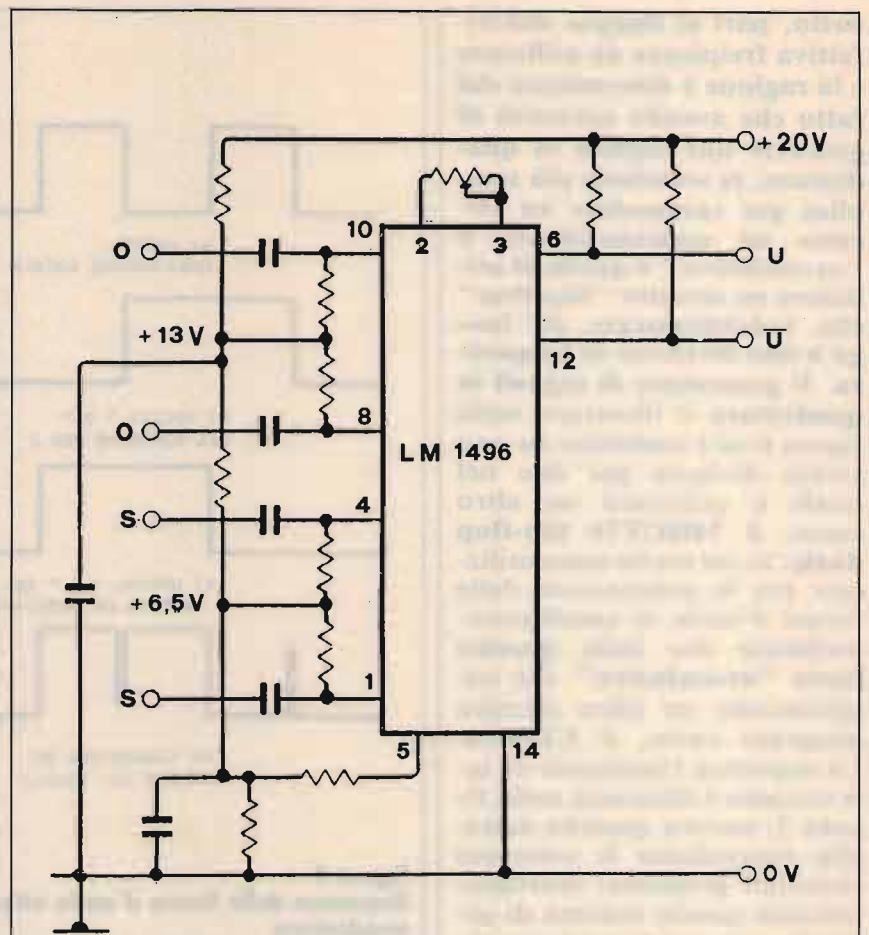

figura 8
—”; similmente, in assenza di segnale applicato alle entrate “signal input” non si avrà alcuna uscita anche se fosse presente il segnale dell’oscillatore locale alle entrate “carrier input”. Con l’applicazione simultanea dei segnali alle entrate suddette (segnale in arrivo e portante dell’oscillatore locale), si otterrà, in uscita, un segnale che risulterà essere la somma e la differenza tra le frequenze dei due in entrata e, qualora i segnali in entrata risultassero in fase, si otterrà in uscita anche una variazione della componente continua sovrapposta alla frequenza risultante. L’alimentazione del circuito integrato prevede qualche complicazione in quanto dovrebbe essere duale e, ad evitare ciò, mediante un sistema di semplici partitori di tensione, si ottiene comunque la possibilità di fornire le tensioni di polarizzazione richieste derivandole da una singola sorgente di alimentazione. Partendo da un’unica tensione di alimentazione generale pari a 20 V, si ottengono così le tensioni di + 6,5 (7) e di + 13 (14) V necessarie, come indicato nello schema parziale di figura 8. La simmetria ottimale di operazione viene ottenuta con piccole regolazioni della resistenza di polarizzazione (potenziometro trimmer multigiri) dei transistor Q_5 - Q_6 , applicata ai terminali “gain adjust”. La tensione di alimentazione di 20 V è stata determinata in forma sperimentale e tale valore si è rivelato essere il più adatto sotto ogni punto di vista però, ad eccezione degli stadi equipaggiati con i cmos “HC”, il circuito non presenta particolare criticità e quindi può essere eventualmente alimentato con tensioni di altro valore. I circuiti integrati cmos ad alta velocità sono particolarmente critici rispetto alla tensione di alimentazione, in particolare se si desidera ottenere un alto grado di stabilità da parte del-